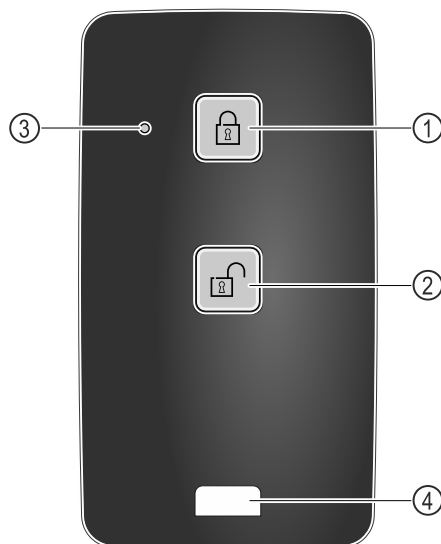

Fig. 219
- (1) Zaklep ključavnice
- (2) Oklep ključavnice
- (3) Stanje lučke LED
- (4) Pritrditveni zavihek
- ▶ Pritisnite tipko Fig. 219 (1) na oddaljenem upravljalniku.
- ▶ Pritisnite tipko Fig. 219 (2) na oddaljenem upravljalniku.
- ▶ Stanje lučke LED Fig. 219 (3) ob pritisku vrne optične povratne informacije.
- ▶ Zavihek Fig. 219 (4) za pritrditev oddaljenega upravljalnika, na primer na obesek za ključe.